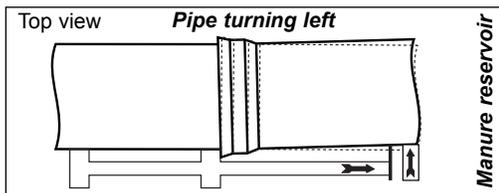

fig. 4
- **Turning left** — *fig. 4*.